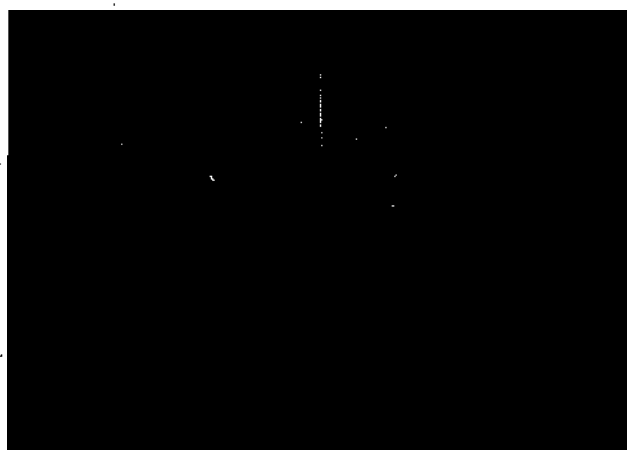

Рисунок 9 - Регулировка положения стопы
5.2.3 Для пациентов, у которых размер ступни до 42 размера положение опоры ступни должно быть таким, как приведено на Рисунок 9 поз.1.